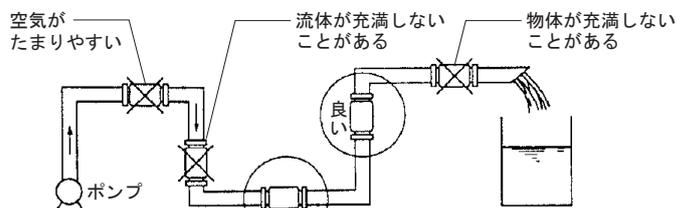

図27 取り付け例
これらの条件に関する例を『図27 取り付け例』に示します。
**重要!!** ● 体積計量部内を満管にし『図27 取り付け例』の○印の条件下に設置してください。満管にならない場合は、出力の誤差の原因となります。